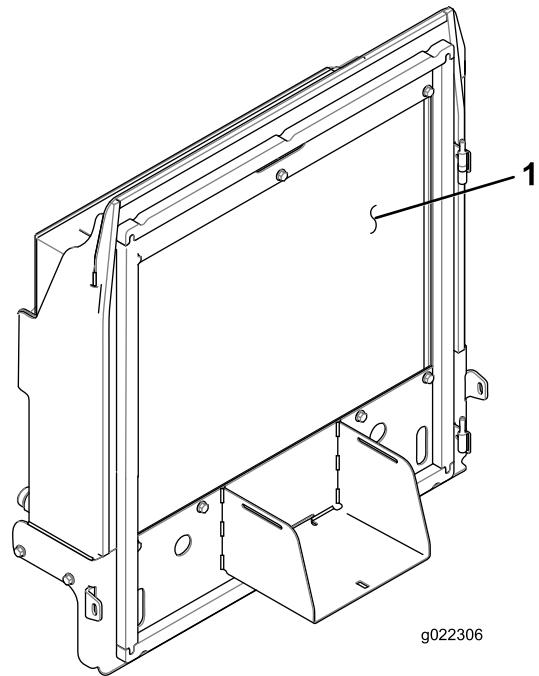

Figura 65
4. Limpie a fondo ambos lados del radiador y del enfriador de aceite (Figura 65) con aire comprimido.